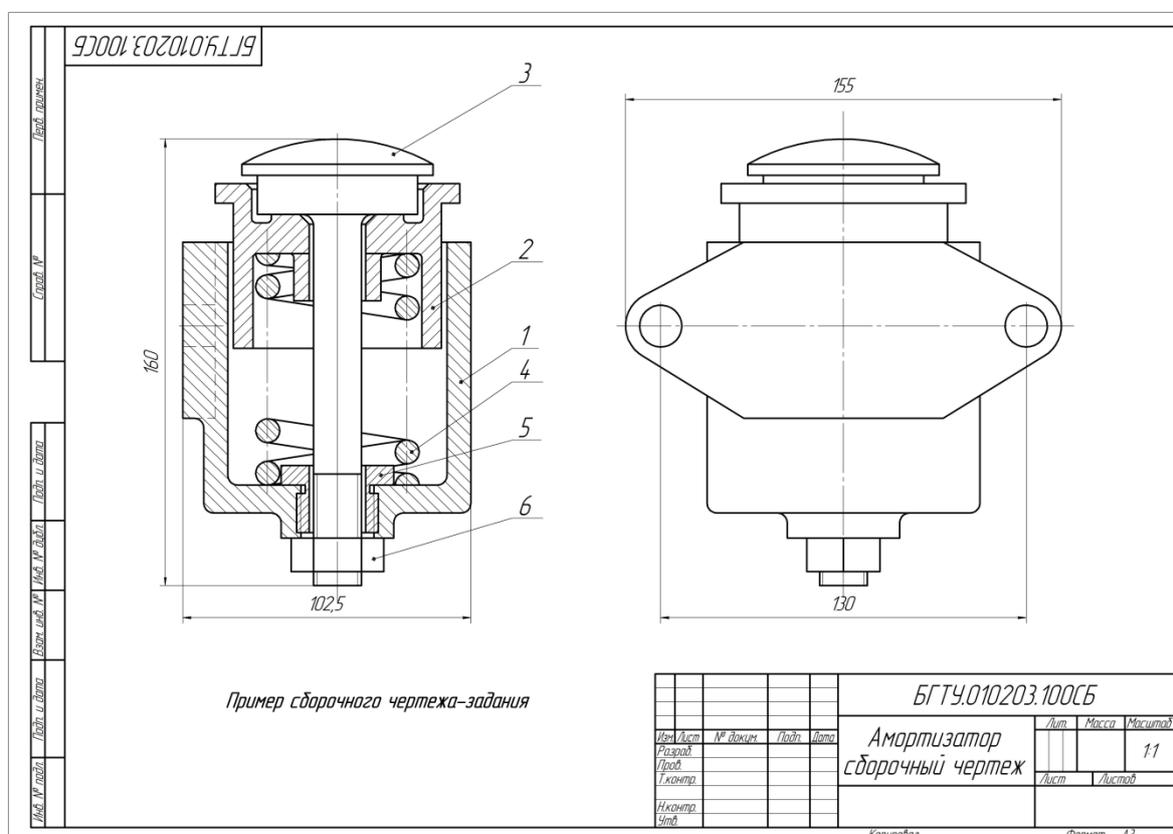

Рис. 6.1
1. Открыть сборочный чертеж-задание по своему варианту (меню **Файл** → **Создать** → → **Шаблоны**). На вкладке шаблонов выбрать **Лабораторные ИГ** → **Сборочные чертежи** → → **Вариант...** Каждое задание состоит из сборочного чертежа (пример на рис. 6.1), описания принципа работы и спецификации устройства (пример на рис. 6.2).
6. Скопировать из сборочного чертежа-задания виды, разрезы, содержащие изображение выбранной детали (например, деталь поз. 1 на рис. 6.1) и перенести их на чистый формат А3